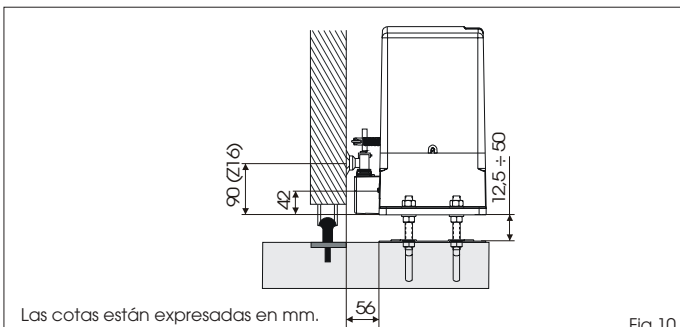

Fig. 10
- 3- Regule la altura del motorreductor y la distancia hasta la cancela, tomando como referencia a las cotas indicadas en la Fig. 10.